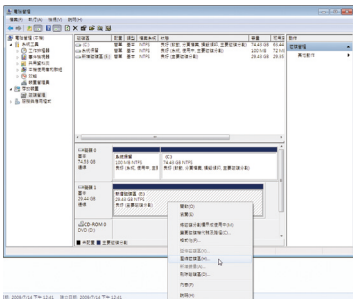

图1
- 步骤二： 选择要当做储存磁盘区的SSD硬盘(若该硬盘尚未配置，请先新增磁盘区)，在该硬盘的磁盘区按右键，选择「压缩磁盘区」。(图1)